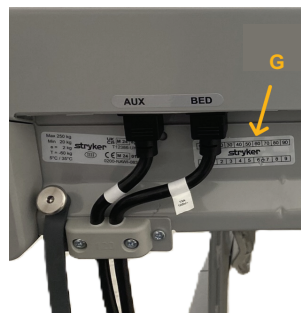

図 34 – 較正カウンターラベル
4. 現在のスケール較正カウンターラベルを取り外します (図 34) 。
6. 穴をあけたスケール較正カウンターラベルを製品に貼り付けます (図 34) 。